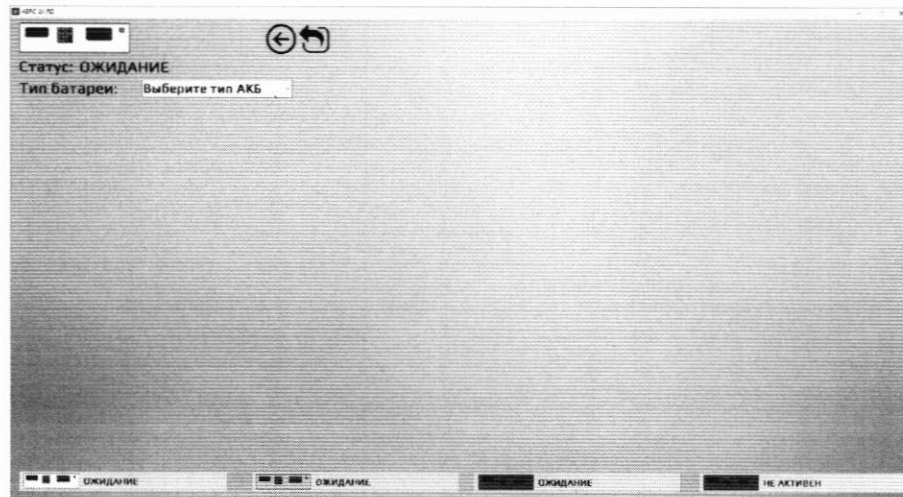

Рисунок 7 - Диалоговое окно для работы с ЗРУ
- в диалоговом окне, рисунок 4, навести курсор мыши в сектор, соответствующий ЗРУ1 и нажать два раза левую кнопку тачпада. Откроется диалоговое окно для работы с выбранным ЗРУ, рисунок 7;
– в диалоговом окне, рисунок 4, навести курсор мыши в сектор, соответствующий ЗРУ2 и нажать два раза левую кнопку тачпада. Откроется диалоговое окно для работы с выбранным ЗРУ, рисунок 7;